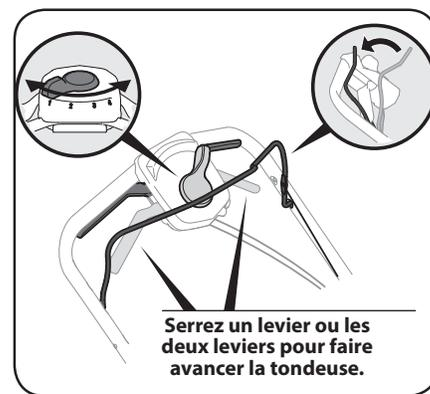

Figure 3-2
1. Lorsque le moteur est en marche, maintenez la commande de la lame engagée, puis serrez un levier ou les deux leviers de la commande d'entraînement contre la partie supérieure du guidon pour faire avancer la tondeuse. Voir Figure 3-2.